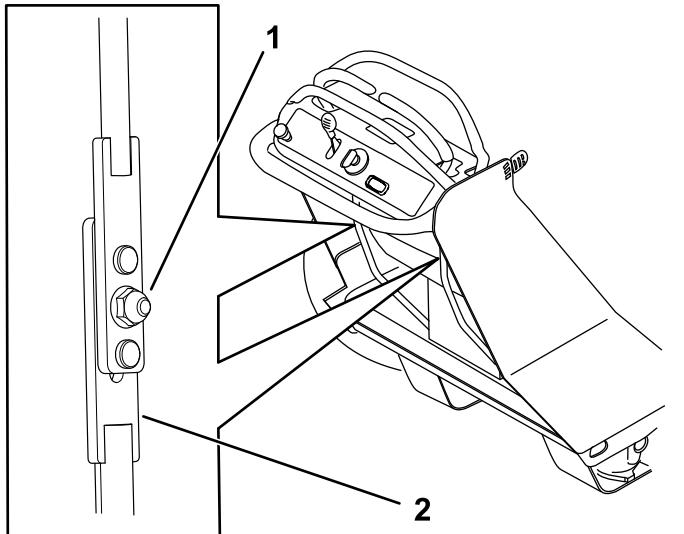

Рисунок 45
4. Ослабьте гайку штока управления в сборе (Рисунок 45).
6. Чтобы найти нейтральное положение, перемещайте нижний шток управления вверх или вниз до тех пор, пока колеса не перестанут вращаться (Рисунок 45).
7. Затяните гайку (Рисунок 45).
- Поворачивайте регулировочный винт, показанный на Рисунок 45, чтобы увеличить или уменьшить скорость для данного рычага.